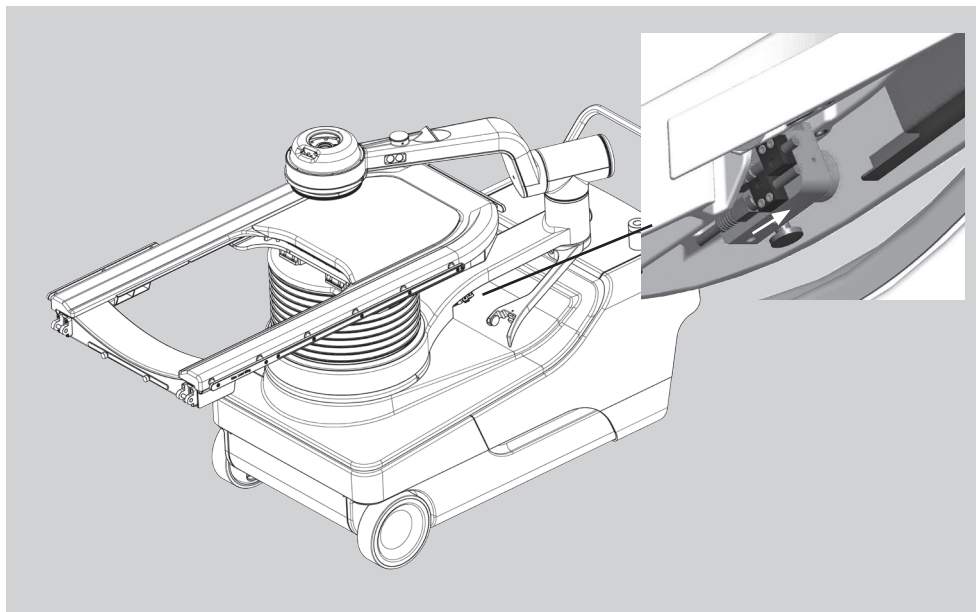

Рисунок 9-14 Разблокирование рычага терапевтической головки
- Для фиксации терапевтической руки, потяните за фиксатор на нижней части крепления терапевтической руки и нажмите на крепление в направлении от гидравлического модуля (рис. 9-14).